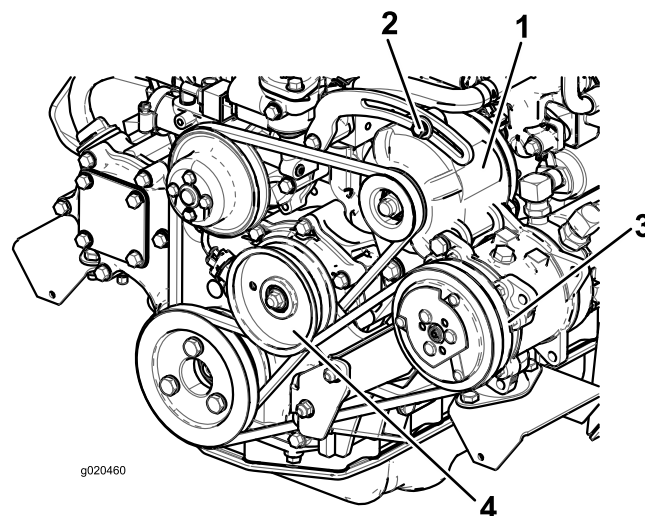

Figura 72
Si la desviación no es de 10 mm, afloje los pernos de montaje del alternador (Figura 72).
Compruebe la condición y la tensión de la correa (Figura 72) cada 100 horas de operación.
2. Si la desviación no es de 10 mm, afloje el perno de montaje de la polea tensora (Figura 72). Aumente o reduzca la tensión de la correa del compresor y apriete el perno. Verifique de nuevo la desviación de la correa para asegurarse de que la tensión es la correcta.